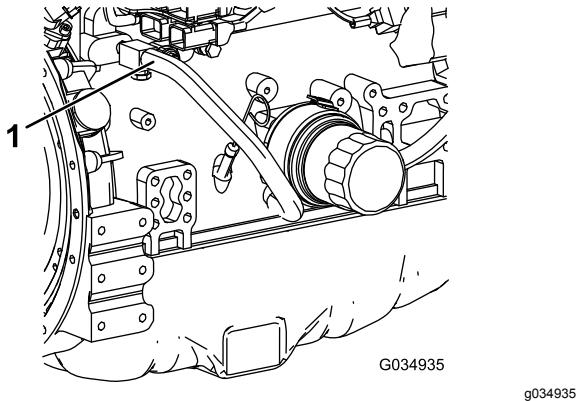

Figura 123
- 7. Retire la manguera de refrigerante del enfriador de aceite del motor (Figura 123).